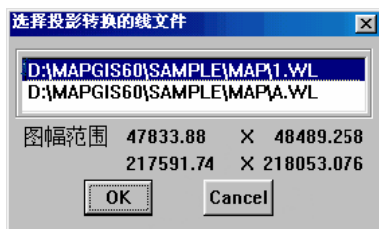

图 7-2-1 选择投影变换文件
2. 选择投影变换文件：在“文件转换”菜单下，选择“MAPGIS 文件投影”后面的“选择转换线文件”，系统会弹出图 7-2-1 所示的文件选择对话框：